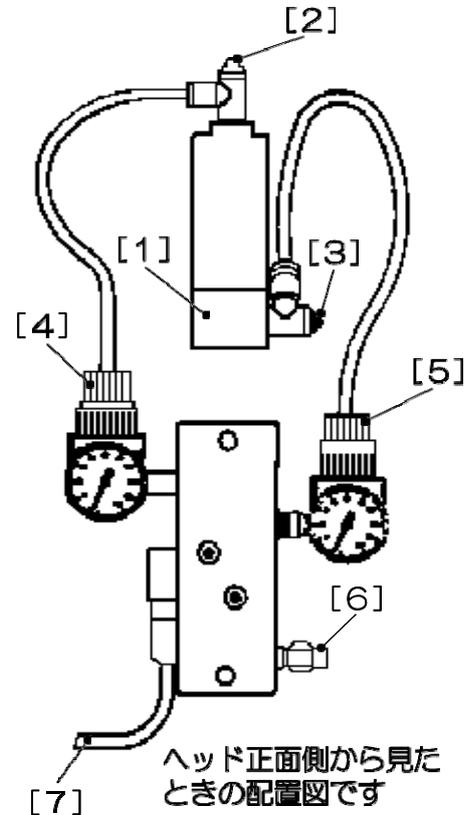

図 4 TL-180B 電磁弁接続
(図 4を参照してください)
- (1) エア配管および電磁弁ケーブル(図4 [7])が、正しく接続されていることを確認してください。
- (2) 上側エアレギュレータ(図4 [4])で圧力を調整します。
- (9) エアシリンダ(図4 [1])の上昇/下降スピードコントローラ(図4 [2]、[3])を一度閉じた状態にし、3~4回転戻して開きます。
- (10) 下部エアレギュレータ(図4 [5])と上部エアレギュレータ(図4 [4])を調整し、圧力を約0.1 MPa(1 kgf/cm2)に合わせます。
(11) フットスイッチを操作し、何回かヘッドを上下させます。上昇／下降スピードコントローラ(図4 [2]、[3])をそれぞれ調整し、上部電極が適度な速度で下降、上昇するようにします。上昇時に音を立てて止まるような場合は速すぎます。
フットスイッチを踏み、そのまま止めます。ヘッド内のスタートスイッチが閉じなければ、上部エアレギュレータ(図4 [4])を時計方向に回し、スタートスイッチが「カチッ」と閉じるまでエア圧力を上げます。
上部エアギュレータ（図4 [4]）を操作し、一時的に下降圧力を下げます。